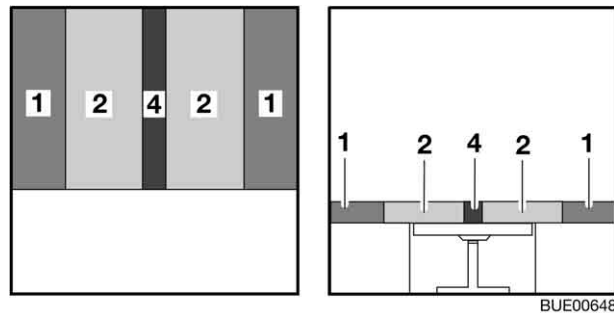

Fig. 75 Après la transformation
- Tirer les coussins d'assise (Fig. 75,2) vers le centre.
- Placer les coussins de dossier (Fig. 75,1) entre les coussins d'assise et la cloison.
- Placer le coussin supplémentaire (Fig. 75,4) entre les coussins d'assise.